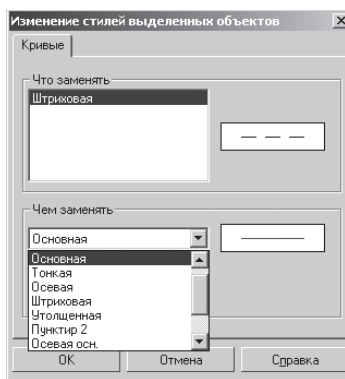

Рис. 333
- в раскрывшемся окне выберите стиль линии **Основная – ОК** (рис. 333);